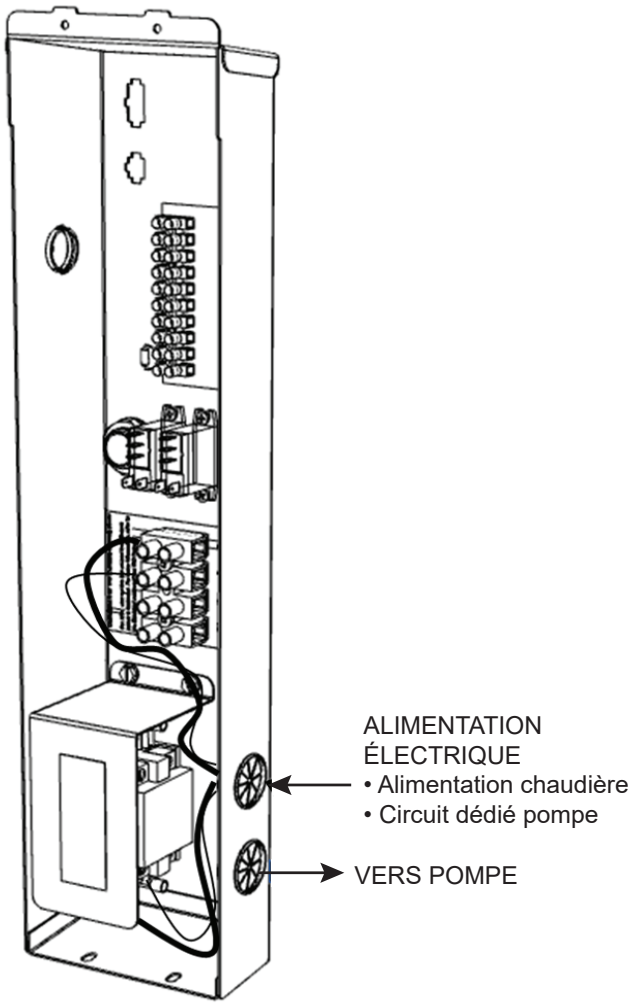

Figure 49. Détails électriques, boîtier arrière
2. Acheminez le câblage comme indiqué à la **Figure 49**.